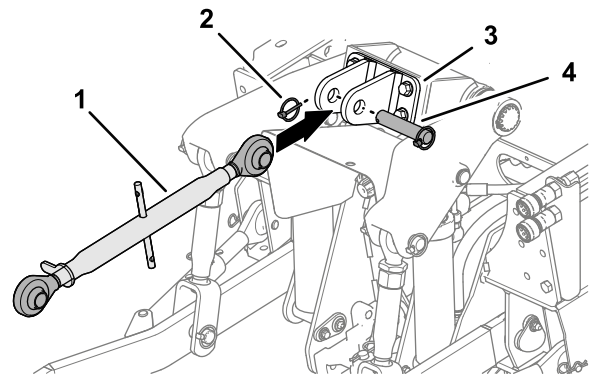

図 16
3. 3点ヒッチの上リンクが外されている場合には取り付ける 図 16。